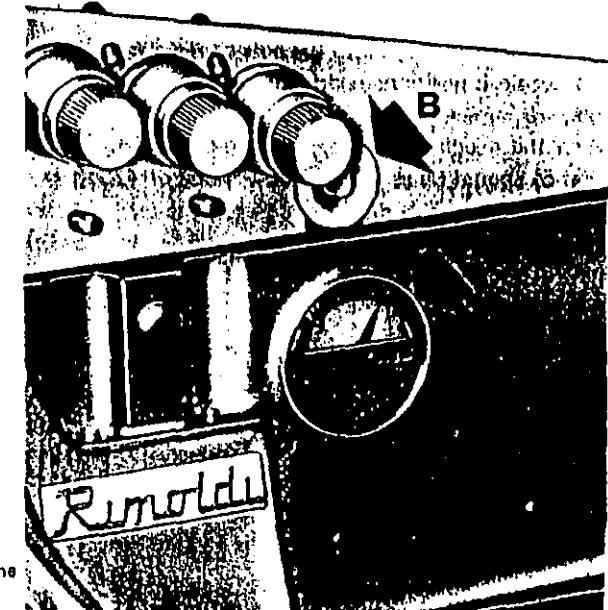

Fig. 4
2. Per il rifornimento completo versare nel foro circa 600 grammi di olio e controllare che l'ago dell'indicatore di livello (fig. 4-A), posto sulla parte anteriore della testa, raggiunga la posizione MAX (fig. 4); tenendo presente che il movimento dell'ago ha un certo ritardo rispetto all'aumento di livello dell'olio (si muove dopo che sono stati versati circa i 2/3 della capacità della bacinella).
6. Durante il funzionamento controllare il circuito di lubrificazione attraverso la spia trasparente del coperchio distribuzione olio, situato sotto il coperchio delle tensioni fig. 4.
2. For a full supply pour about 600 grams of oil into the hole and check that the needle of the oil-level Indicator (Fig. 4-A), which is on the front of the head, indicates MAX (Fig. 4). Note that there is a delay between increase of the level of oil and movement of the needle (it begins to move the reservoir is about two thirds full).
6. While it is running, check the lubrication circuit through the window in the oil distribution cover, which is under the tension-cover. (Fig.4) Important